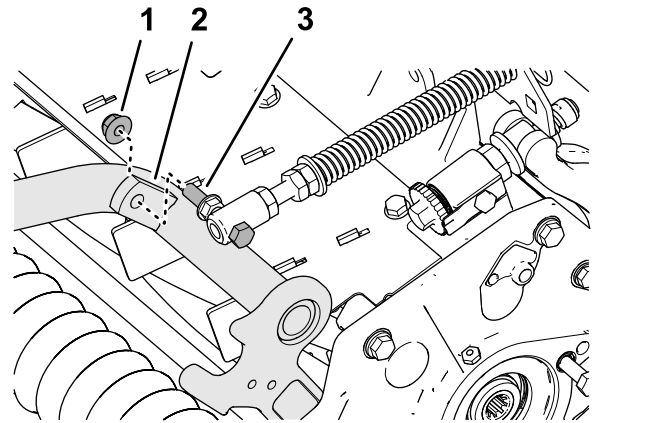

Bild 9
- Montieren Sie die Kopschraube der Rasenkompensierungsfeder an der rechten Lasche des Trägerrahmens (**Bild 9**) mit der Sicherungsbundmutter ($\frac{3}{8}$ ").